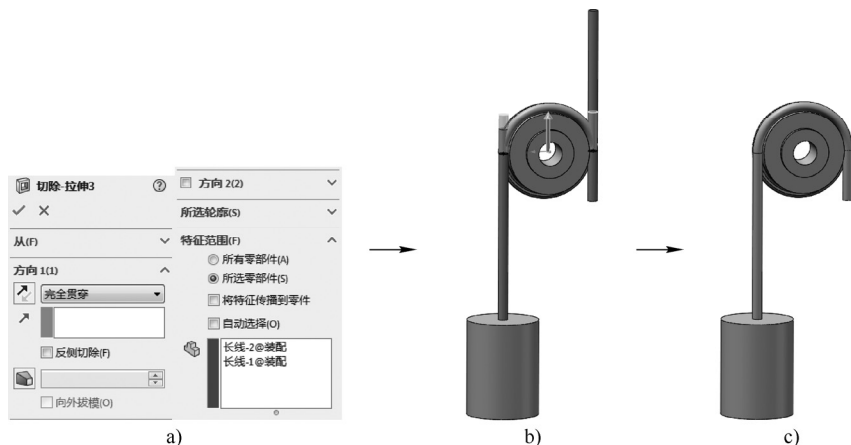

图 11-49 创建“拉伸切除”特征
STEP 3 在装配环境下，捕捉绳子的下端，执行完全贯穿的“拉伸切除”命令操作，如图 11-49 所示（设置只对长线对象执行拉伸切除操作）。